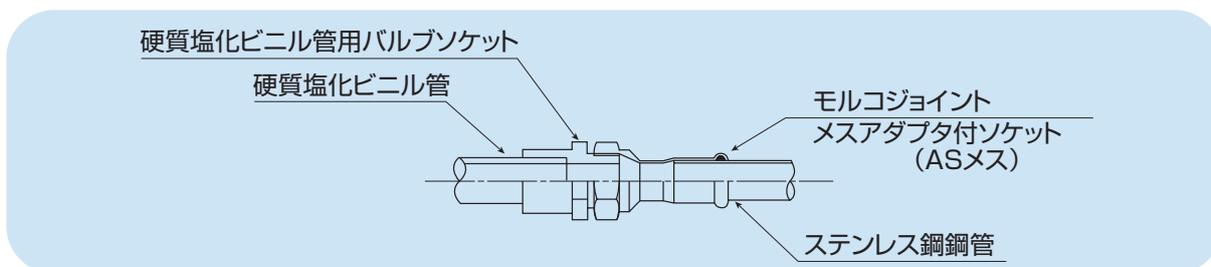

図2-7-5 硬質塩化ビニル管とのねじ接合
(3) 硬質塩化ビニル管との接合方法
- 硬質塩化ビニル管用バルブソケット、メスアダプタ付ソケット(ASメス)でねじ接合します。(図2-7-5)